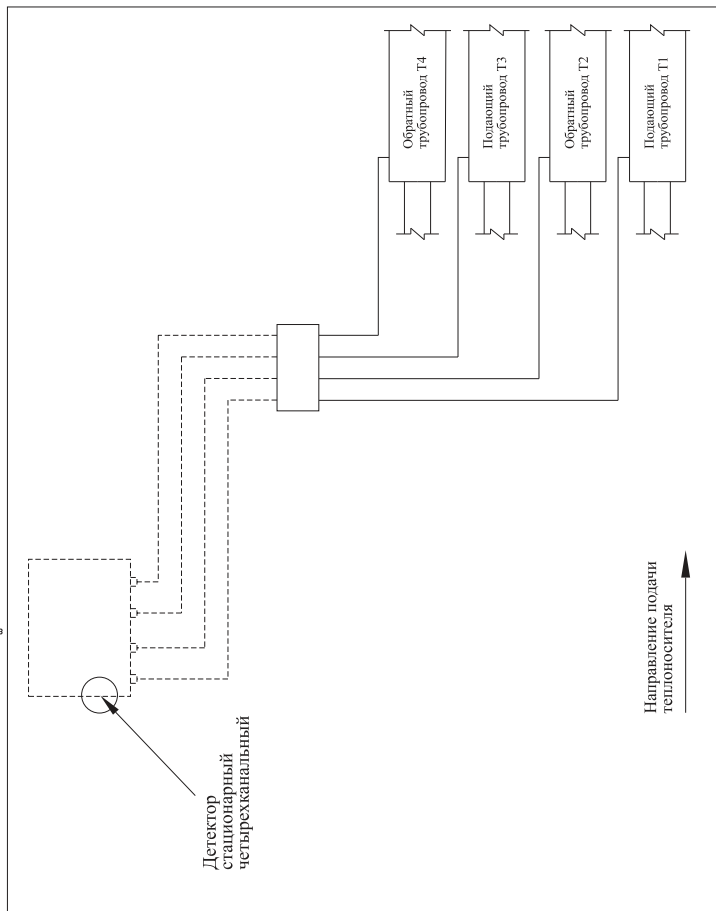
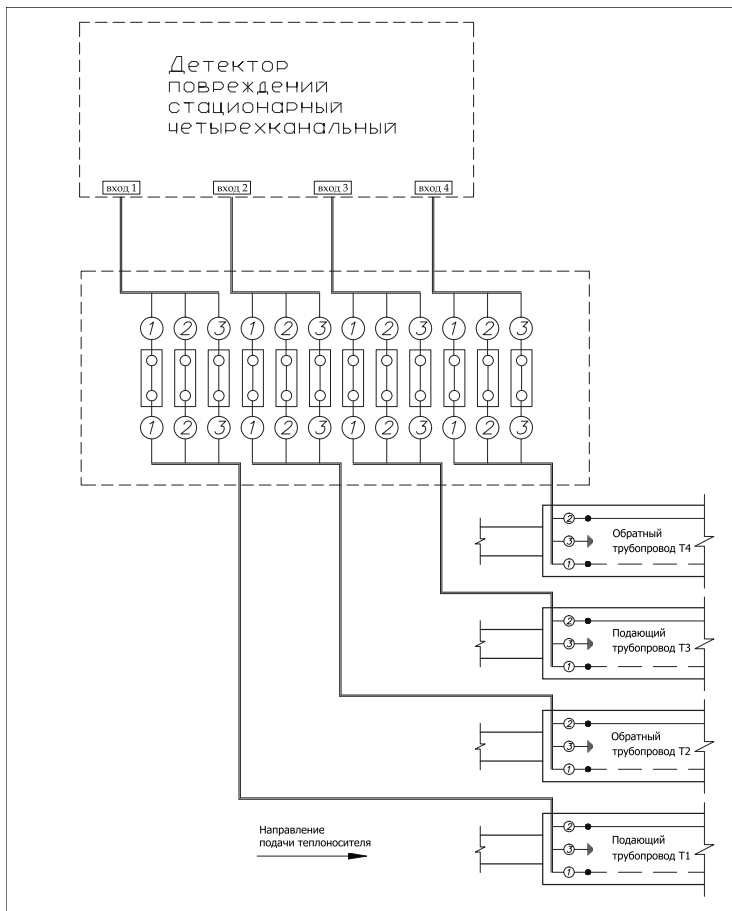

Рис. 2 Подключение стационарного четырехканального детектора повреждений
Рис. 6 Подключение стационарного четырехканального детектора повреждений
- 1.1. Подключение стационарного четырехканального детектора повреждений – Рис. 2, 6.
на принципиальной схеме (Рис. 2–5)	на электрической схеме (Рис. 6–9)
Подключение терминала к системе оперативного дистанционного контроля производить в соответствии с монтажными (**Рис. 2–5**) и электрическими схемами (**Рис. 6–9**).
Порядок соединения проводов указан на электрических схемах – **Рис. 6–9**.
6. Для подключения стационарного четырехканального детектора монтаж проводников внутри терминала осуществлять по электрической схеме – **Рис. 6**.